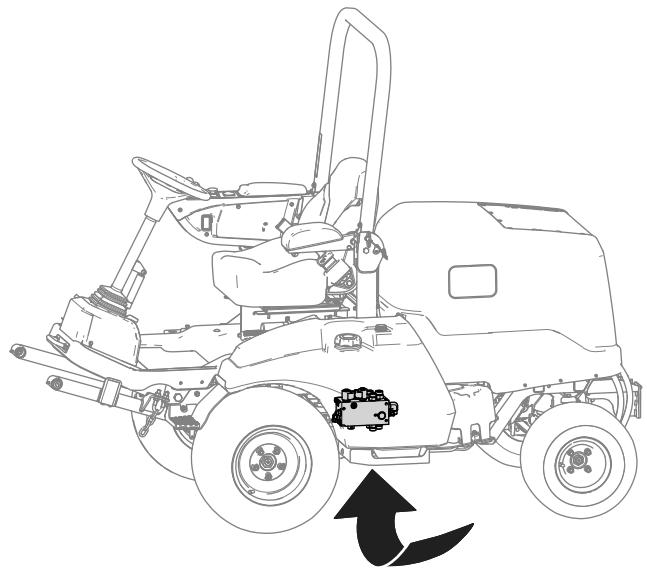

Figure 19
- Localisez le collecteur de levage sous la machine (Figure 19).